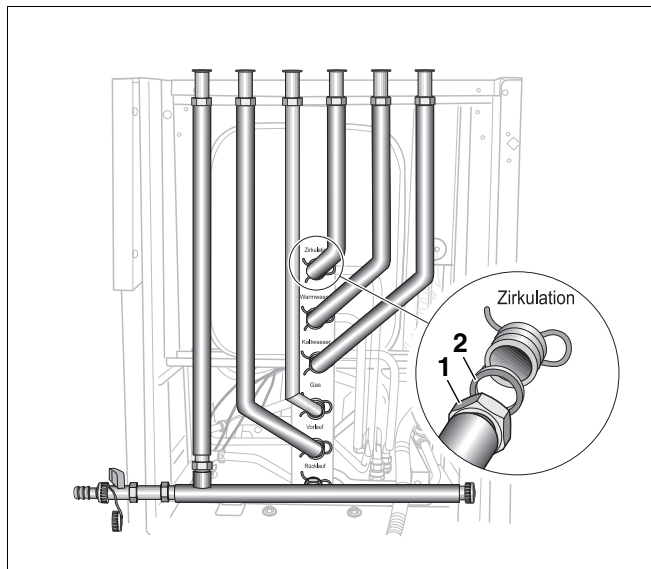

Abb. 15 Anschlussrohr EZ anschließen
- Anschlussrohr EZ (Abb. 15, **Pos. 1**) mit eingelegter Dichtung (Abb. 15, **Pos. 2**) an den Anschluss „Zirkulation“ des Heizkessels anschließen und mit einem Schraubenschlüssel SW 30 festziehen.